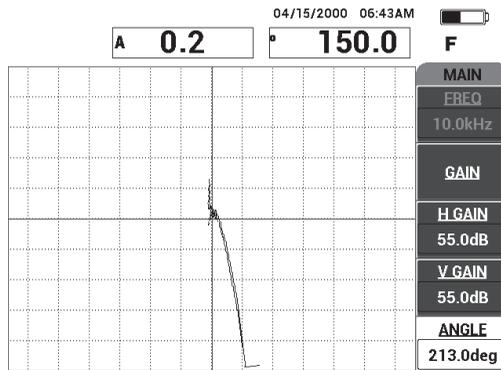

Abbildung 6-33 Signal zeigt nach oben
7. Drücken Sie auf die Menüta ste MAIN () und dann auf **WINKEL** (Funktionstaste E) und stellen Sie den Signalwinkel so ein, dass das Signal der Ablösung in einem Winkel von 90° nach oben zeigt (siehe Abbildung 6-33 auf Seite 158).